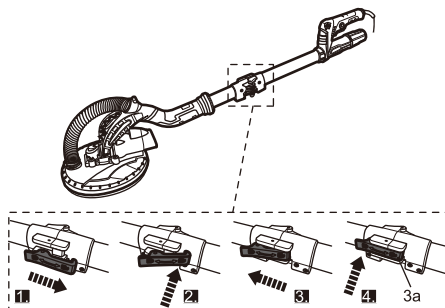

Fig. 2
- > Sécurisez le raccordement à l'aide du dispositif de verrouillage (3a) (Fig. 2)